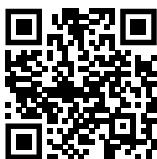

Fig. 147
- Otvorite Liebherr SmartMonitoring Dashboard. (pogledajte Fig. 147)